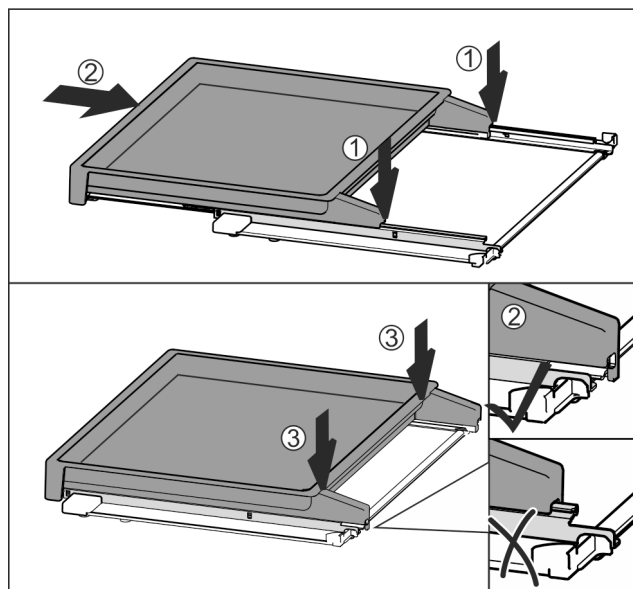

Fig. 110
- La poser au centre sur les rails Fig. 110 (1).
- Insérer complètement la bordure télescopique Fig. 110 (2).
- Appuyer sur sa partie arrière jusqu'à ce qu'elle s'enclenche de manière audible Fig. 110 (3).